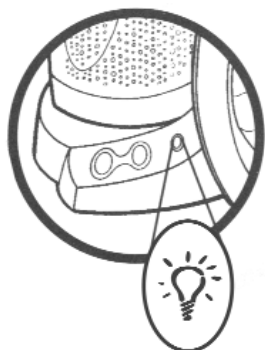

FIGURA 6
3. Oprima dos veces el botón 'PROCESS' (Proceso). La segunda vez que lo hace sosténgalo hasta que la luz verde del indicador de estado permanezca prendida constantemente (FIGURA 6). Para indicar que el cambio de programa está completo, el indicador luminoso de 'STATUS' (Estado) va a centellear una luz ámbar una vez.